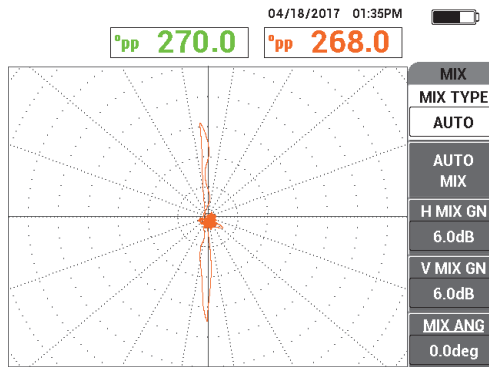

Abbildung 5-202 Menü MIX
4. Drücken Sie dreimal die Menütaste MAIN FILTER (✂). Das Menü **MIX** wird eingeblendet (siehe Abbildung 5-202 auf Seite 289).